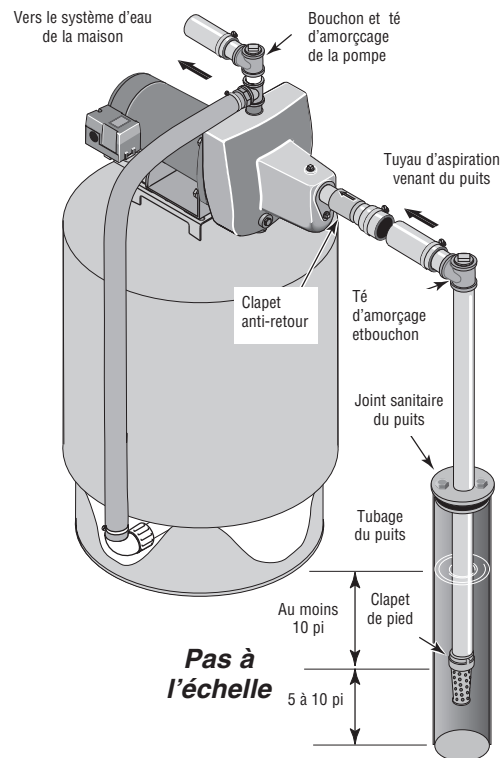

Figure 2 : Installation dans un puits à tubage
INSTALLATION SUR UN PUIS À TUBAGE DE 2 POUCHES DE DIAMÈTRE OU PLUS GRAND (voir la Figure 2)
2. Brancher le clapet de pied, la crépine et le tuyau du puits (voir la Figure 2). S'assurer que le clapet de pied fonctionne librement.
- Poser le té d'amorçage, le bouchon d'amorçage et le tuyau d'aspiration sur la pompe (voir la Figure 2). Brancher le tuyau provenant du puits sur l'orifice d'aspiration de la pompe en utilisant le moins possible de raccords - en particulier des coudes - étant donné que les raccords augmentent le frottement de l'eau dans les tuyaux (il faut toutefois ajouter un clapet de pied – voir la Figure 2). Le diamètre du tuyau d'aspiration doit être au moins aussi grand que le diamètre de l'orifice d'aspiration de la pompe. Utiliser du ruban d'étanchéité en PTFE pour filetage sur les raccords filetés. Supporter le tuyau de façon qu'il ne soit pas cintré afin qu'il n'exerce pas de contraintes sur le corps de la pompe; de plus, il doit être légèrement incliné vers le haut, du puits jusqu'à la pompe (les points hauts risquent de causer des poches et des bouchons d'air dans la pompe). Rendre étanches les raccords du tuyau d'aspiration avec du ruban d'étanchéité en PTFE pour filetage. Les raccords doivent être étanches à l'air et à l'eau. *Si le tuyau d'aspiration aspire de l'air, la pompe ne pompera pas l'eau du puits.*